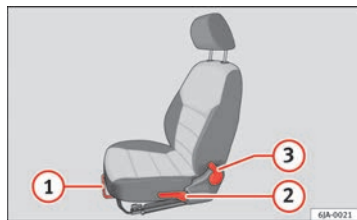

Fig. 70 Comandos de ajuste do banco/Comandos de ajuste de um banco desportivo
- Levante (na parte central) a alavanca ① ⇒ Fig. 70 e desloque o banco para a frente ou para trás.
- Solte a alavanca ① e continue a deslocar o banco, até o bloqueador encaixar com um clique.
- Para subir, mova e solte a alavanca ② ⇒ Fig. 70 (várias vezes, se necessário) para cima até conseguir a posição desejada.
- Para baixar, mova e solte a alavanca ② (várias vezes, se necessário) para baixo até conseguir a posição desejada.
- Não exerça força sobre o encosto e puxe a alavanca ③ ⇒ Fig. 70 para trás e, pressionando o encosto, consiga a inclinação desejada.
- Ao soltar a alavanca ③, o encosto fica na posição regulada. ■